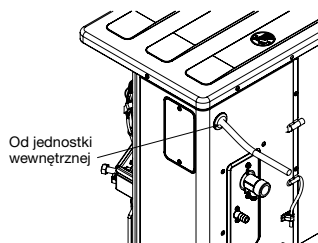

Rys. 4-1
- 1 Zdjąć płytę czołową (Rys. 4-1)
- 7 Założyć płytę czołową (Rys. 4-1)